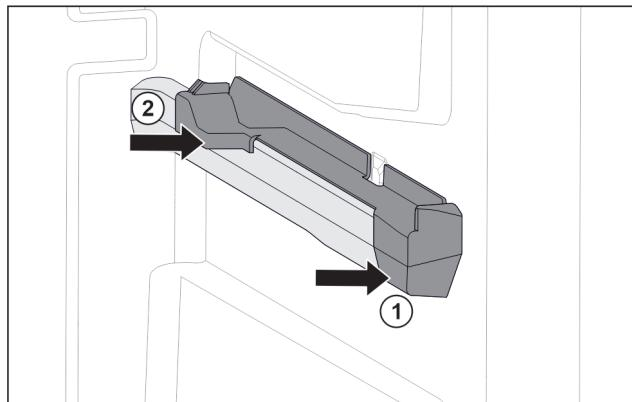

Fig. 32 Násuvný diel na pravom rebre nádoby
► Nasadte násuvný diel vpriedu na rebro nádoby. Fig. 32 (1)
► Pritlačte násuvný diel vzadu. Fig. 32 (2)